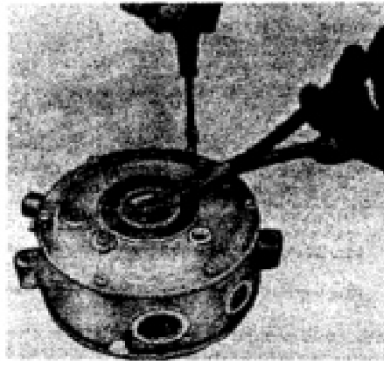

Fig. 117- Trek op het membraan met tang terwijl aanscherping deksel behouden schroeven
over de pinnen met pakkingen over de primaire deksel (38) montageschroeven. Monteer het secundaire diafragma als-assembly op pinnen met knop tegen ventiel hendel. Plaats deksel (8) op pinnen dus dat het rechts omhoog zal zijn wanneer gemonteerd op de trekker en installeer drie bevestigingsschroeven. Verwijder de uitlijnpennen en installeer de andere drie Schroeven. Raadpleeg Fig. 117 en draai deksel bevestiging schroeven terwijl het optrekken op diafragma schroef (9-Fig. 110) met tang. Installeer primer coil assemblage en sluit aan op 12-volt, batterij om te controleren